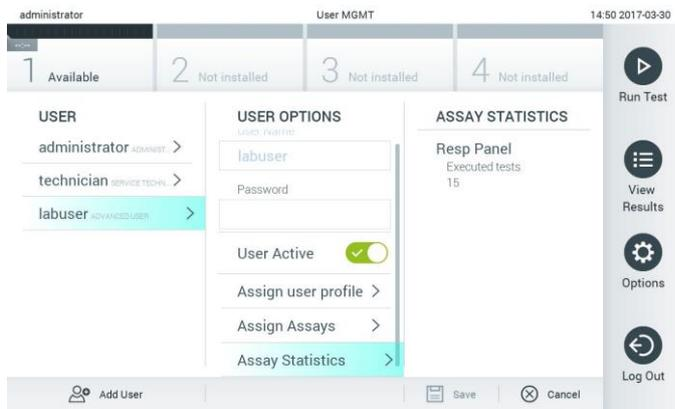

Figure 51. Affichage des statistiques de dosage.
- Assay Statistics (Statistiques de dosage) : affiche le nombre de fois qu'un dosage a été exécuté par l'utilisateur sélectionné (figure 51).